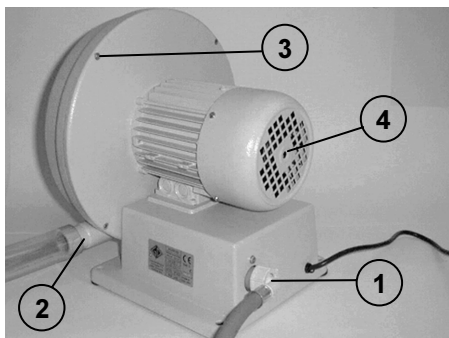
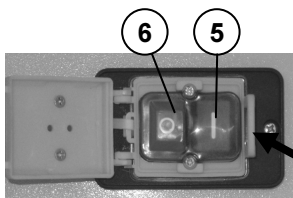
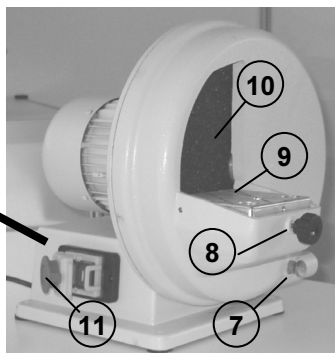

Fig. 1
Fig. 2a
Fig. 2b
- a) le tuyau d'alimentation de l'eau sur le raccord fileté approprié (1 - fig. 1) placé derrière l'appareil – seulement pour le modèle TRIM-1;
- b) le tuyau d'évacuation de l'eau restante sur la goulotte de vidage (2 - fig. 1) – seulement pour le modèle TRIM-1, en mettant l'autre extrémité à l'entrée d'une cuve de décantation; ou bien,
- c) le système d'aspiration prévu (nous conseillons l'utilisation de l'aspirateur AIR-BOX DE GIORGI) sur le raccord (2 - fig. 1) – seulement pour le modèle TRIM ECO DISK;
Pour faire fonctionner l'appareil, appuyer sur le bouton "I" (5 - Fig. 2a).
Après chaque utilisation, l'appareil doit être mis en état OFF, en appuyant sur le bouton "O" (6 - Fig. 2a) au moyen du bouton à coup-de-poing (11 - Fig. 2b). Bloquer le bouton à coup-de-poing dans la position de fermeture (Fig. 3a)
L'appareil est utilisé dans des cabinets de mécaniciens-dentistes. Le disque (9 - Fig. 2b) sert de support à la pièce à travailler; il est inclinable sur trois positions ($90^\circ \pm 10^\circ$) grâce à la présence de trois trous sur lesquels on serre la manette (8 - Fig. 2b).
- pendant l'utilisation de l'appareil TRIM ECO DISK, il est obligatoire d'avoir des dispositifs d'aspiration des résidus poussiéreux; le raccorder à la goulotte de vidage (2 - Fig. 1). Il est conseillé d'utiliser l'aspirateur AIR-BOX DE GIORGI.
- a) Bouton vert de mise en marche (5 - Fig. 2a)
- b) Bouton rouge d'arrêt (6 - Fig. 2a)
- c) Bouton à coup-de-poing d'arrêt (11 - Fig. 2b)
Avant de mettre la machine en marche au moyen du bouton de mise en marche (5 - Fig. 2a), il est nécessaire d'ouvrir le bouton à coup-de-poing (11 - Fig. 2b) en le débloquent de la position de fermeture (Fig. 3a), en le poussant dans la direction indiquée par la flèche présente sur ledit bouton.
A la mise en marche, l'eau arrive provenant du raccord d'entrée (1 - Fig. 1); le débit peut être réglé par le robinet frontal (7 - Fig. 2b) (Seulement pour le modèle TRIM-1).
- au moyen du bouton à coup-de-poing d'arrêt (11 - Fig. 2b), en ôtant entièrement l'alimentation à l'appareil ;